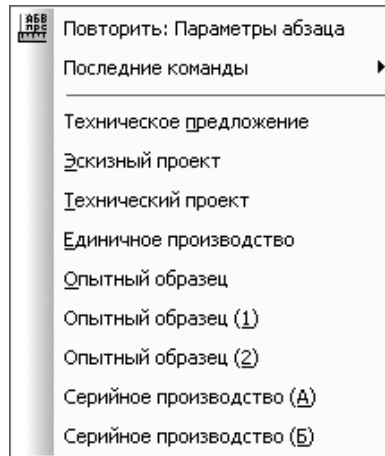

Рис. 5.42. Всплывающее меню ячеек **Литера**
- щелкните дважды в ячейках **Литера**. Появится всплывающее меню с возможными стадиями разработки чертежа (рис. 5.42).